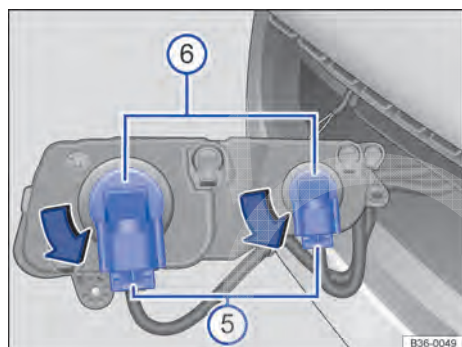

Fig. 275 Substituir a lâmpada incandescente do farol.
7. Destruavar e retirar a tomada ⇒ Fig. 275 (5).
8. Girar e remover a lâmpada incandescente (6) no sentido anti-horário até o batente.
12. Encaixar a tomada (5) na lâmpada incandescente até ouvir que ela foi travada.